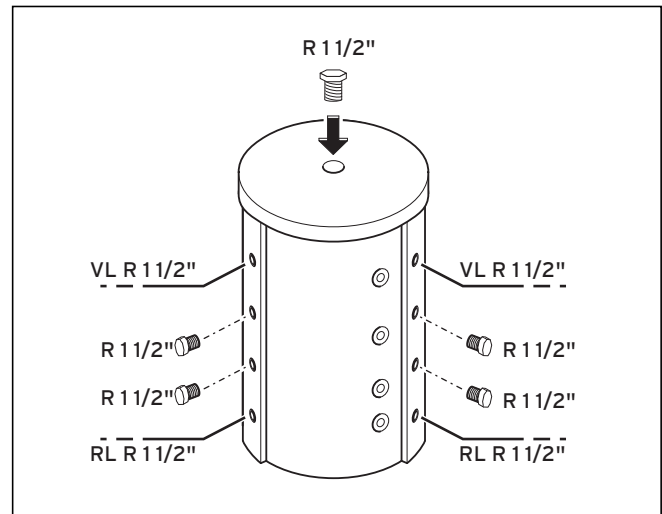
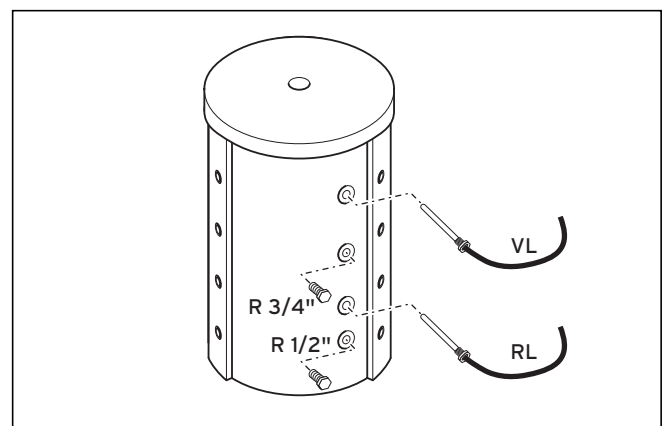

Abb. 5.1 Wasseranschlüsse und Stopfen
Abb. 5.2 Temperaturfühleranschluss und Stopfen
- Verschließen Sie die nicht benötigten Anschlüsse mit den entsprechenden Stopfen wie in Abb. 5.1 und Abb. 5.2 gezeigt.
- Schließen Sie die Wasseranschlüsse wie in Abb. 5.1 gezeigt an.